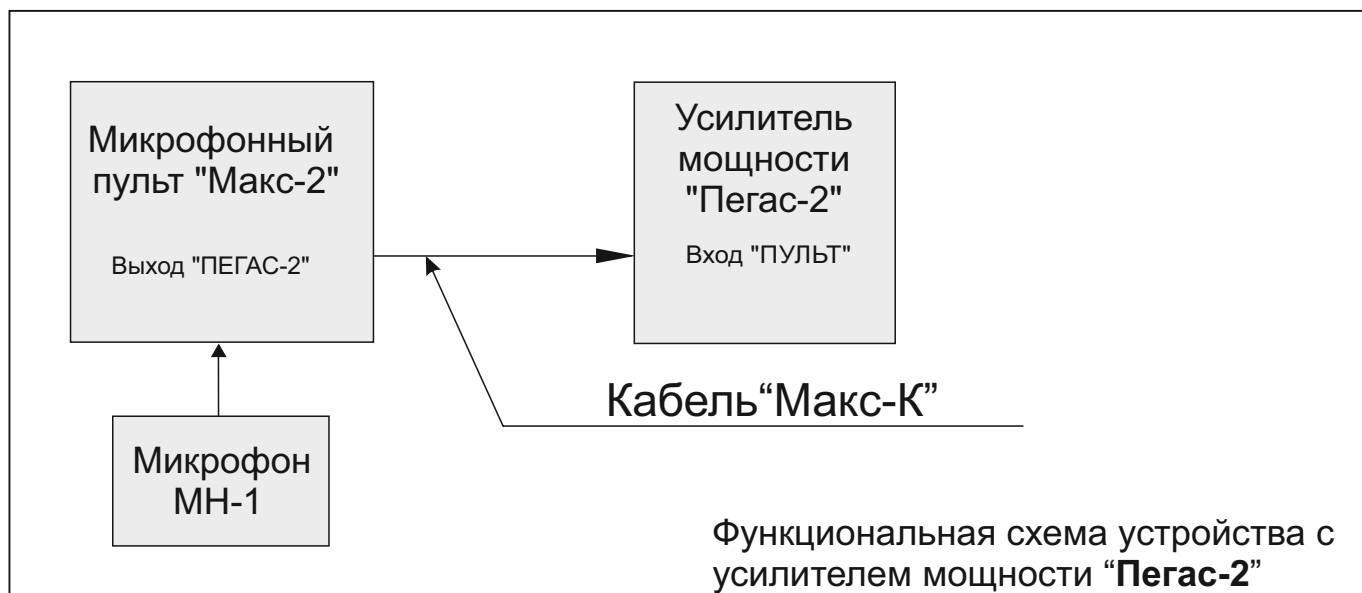
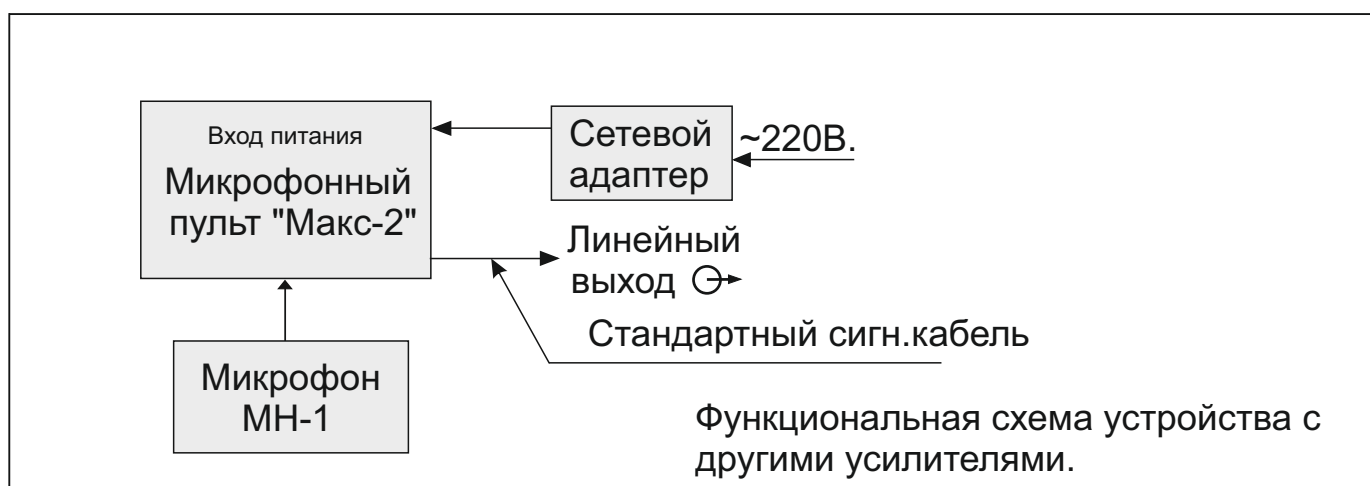

Рис.1
Рис. 2
- 4.2 Функциональные схемы подключения показаны на рис.1 и рис. 2.
- 6.3 Подсоединить пульт согласно функциональным схемам рис.1 или рис.2.